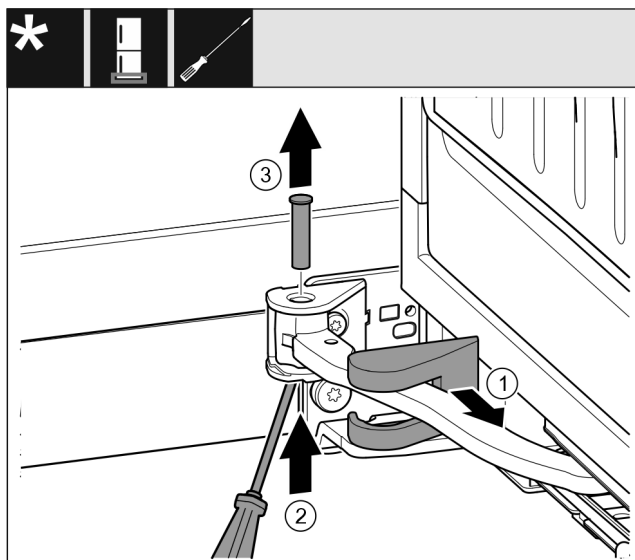

Fig. 14
- Rimuovere la copertura del blocco di supporto Fig. 14 (1) e spingerla lungo il giunto.
- Sollevare dal basso i perni Fig. 14 (2) con un cacciavite.
- Estrarre il perno Fig. 14 (3) dall'alto.